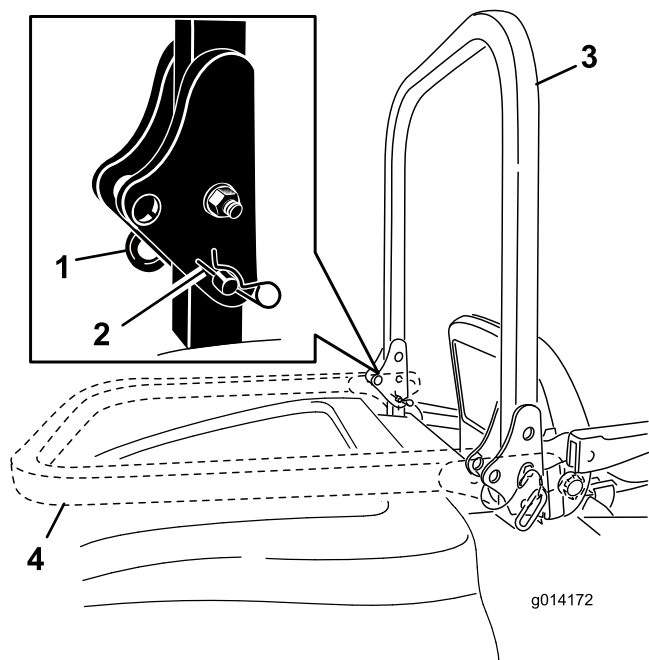

Figura 22
2. Retire las 2 chavetas y retire los 2 pasadores (Figura 22).
3. Eleve la barra antivuelco a la posición vertical (Figura 22).
4. Sujete la barra antivuelco con los 2 pasadores y las 2 chavetas (Figura 22).
1. Retire las chavetas, empuje la barra antivuelco hacia adelante contra los muelles, y retire los 2 pasadores (Figura 22).
2. Baje la barra antivuelco (Figura 22).
3. Instale los 2 pasadores en las placas de giro y sujete los pasadores con las 2 chavetas (Figura 22).